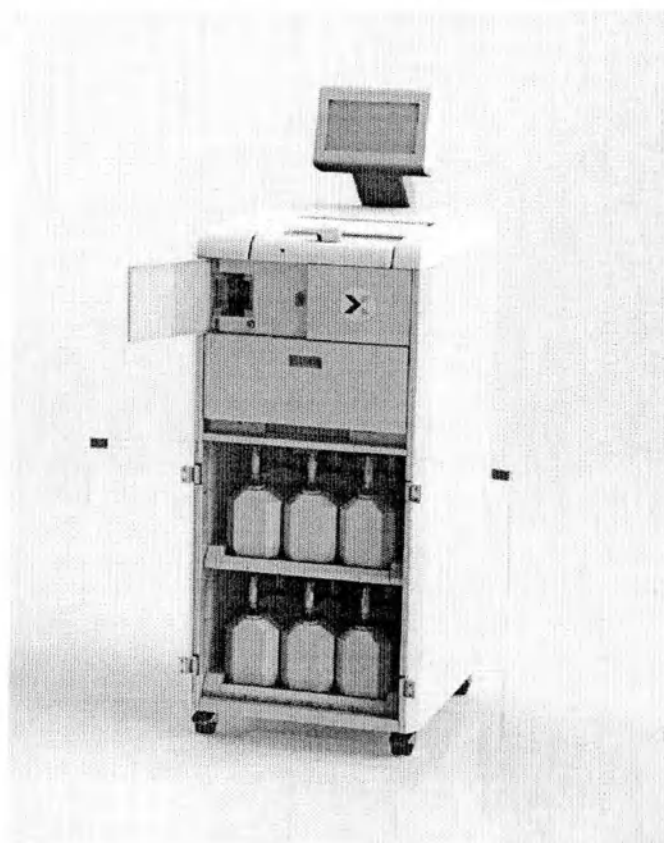

Рисунок 3.2– Состав Изделия варианта исполнения NX01.300
3.1.1 Внешний вид и расположение конструктивных элементов Изделия в вариантах исполнения NX01.150 и NX01.300 приведены на рисунках 3.1 и Рисунок 3.2— Состав Изделия варианта исполнения NX01.300